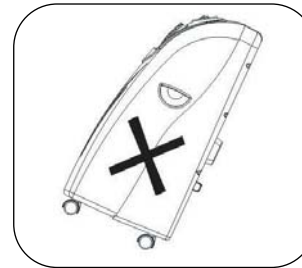

FIG.1
- La unidad debe usarse sólo en posición vertical sobre una superficie horizontal lisa y separada por los menos 20"/50cm de otros objetos (FIG. 1 a 4).